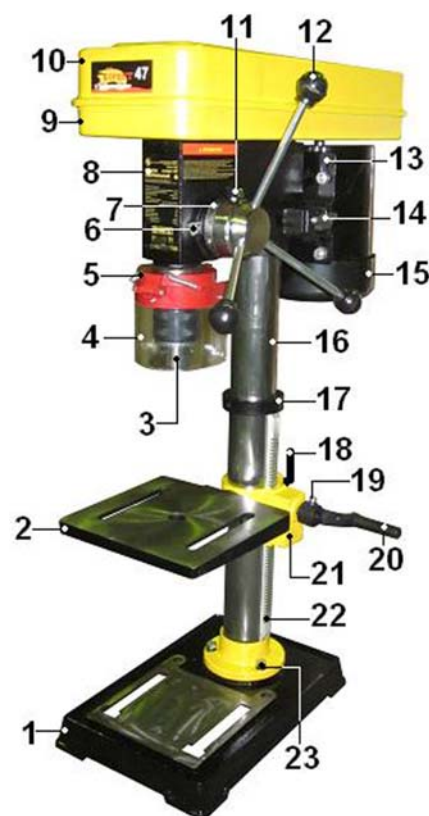

Рис.2.
- 6.1. Станок сверлильный вертикальный состоит из следующих сборочных единиц и деталей, Рис.2:
- трещины металлоконструкции шпиндельной головки (8), Рис. 2,5;